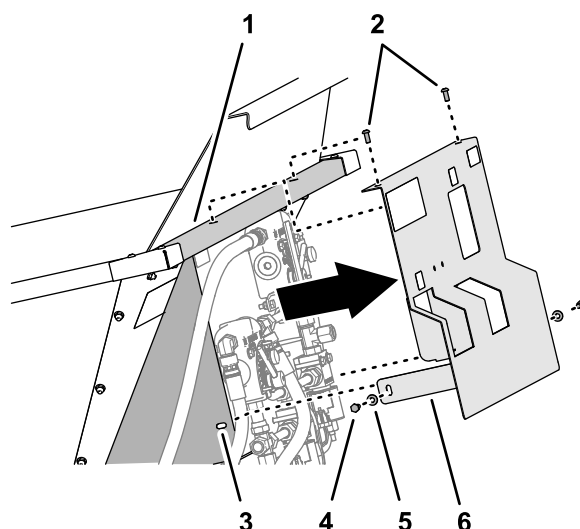

Bild 25
- Richten Sie die Löcher im Hydraulikschutz auf die Löcher in der Ventilbefestigung und der Vorderwand des Füllkastens aus (**Bild 25**).
- Befestigen Sie den Hydraulikschutz mit den 2 Halbrundschräuben, die Sie in **Entfernen des Hydraulikschutzes des Topdressers (Seite 9)** entfernt haben, an der Füllkastenwand (**Bild 25**).